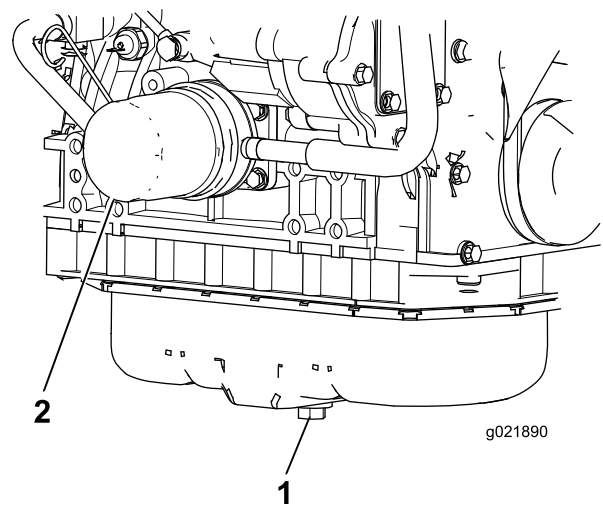

Bild 60
1. Entfernen Sie die Ablassschraube (Bild 60) und lassen Sie das Öl in die Auffangwanne ab. Schrauben Sie die Ablassschraube wieder ein, nachdem das Öl abgelaufen ist.
2. Entfernen Sie den Ölfilter (Bild 60). Ölen Sie die neue Dichtung am Ölfilter leicht mit frischem Öl ein, bevor Sie den Filter eindrehen. **Ziehen Sie nicht zu fest.**